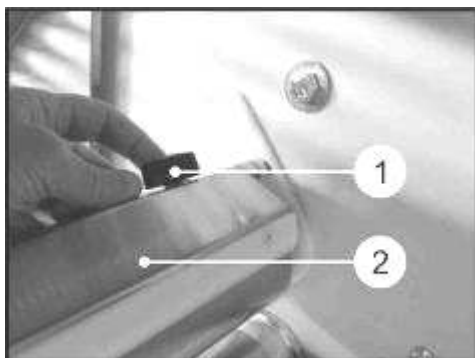

Рисунок 15
- Полностью отвинтите 3 защёлки из.1 Рисунок 15, которые фиксируют скребок, извлеките их
- Извлеките скребок из. 2 Рисунок 15, поднимите его вверх и произведите очистку.